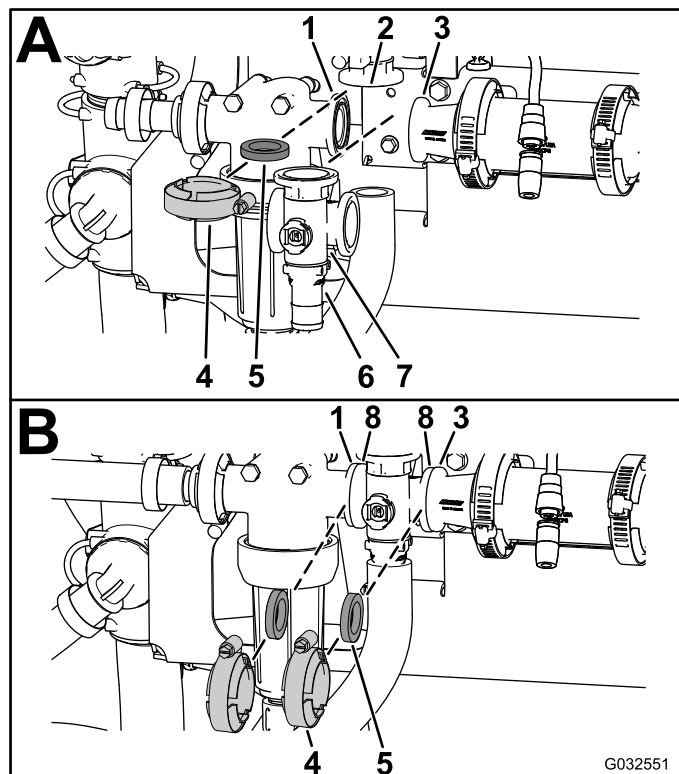

図 106
1. 攪拌バイパスバルブのフランジ、ガスケット枚、攪拌バルブマニホールドのエンドキャップフィッティングのフランジを、整列させる 図 106; A。
3. クイックコネクをバイパスフィッティングに取り付けるバイパスフィッティングにリテーナを差し込んで固定する: 図 106; A。